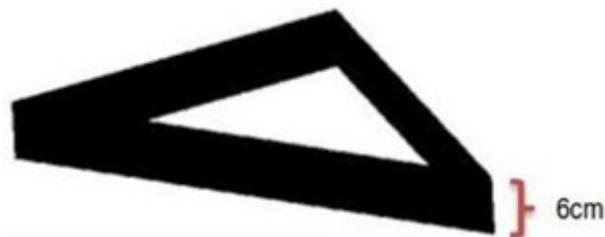

Figura 11. Área de resgate
13.1 A área de resgate será colocada em um canto aleatório da sala de resgate/salvamento. Trata-se de uma área triangular de 30cm x 30cm. O robô deverá posicionar a(s) vítima(s) dentro deste canto triangular, de cor preta. O triângulo (isósceles retângulo) será uma estrutura de madeira com paredes de 6cm de altura pintadas em preto ou cobertas por fita adesiva. A área interna do triângulo é vazada e o mesmo estará posicionado no chão da sala. A área de resgate será posicionada pelo juiz após o início da rodada, de forma aleatória, em uma das quinas da sala de resgate. A Figura 11 ilustra a área de resgate.